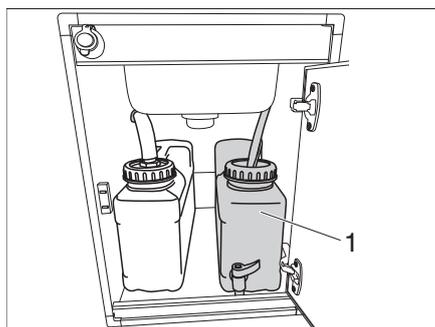
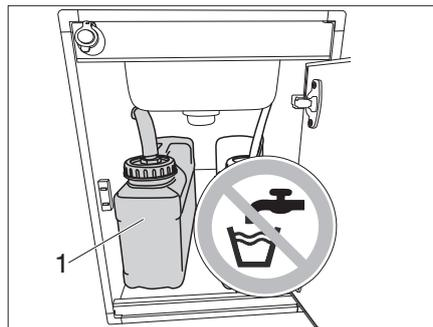
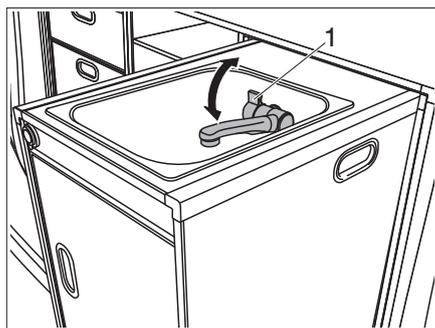

Fig. 45 Tanica dell'acqua
Fig. 46 Tanica per acque grigie
Fig. 47 Lavello con rubinetto dell'acqua
Il veicolo è equipaggiato con una tanica dell'acqua incorporata. Una pompa elettrica manda l'acqua al rubinetto dell'acqua (Fig. 47, 1). Aprendo il rubinetto dell'acqua si accende automaticamente la pompa dell'acqua che manda l'acqua al punto di erogazione.
La tanica dell'acqua (Fig. 45, 1) si trova nel modulo di lavaggio all'interno del campbox. Il coperchio è giallo.
**Capacità** La tanica dell'acqua (Fig. 45, 1) ha una capacità di circa 10 l.
La tanica delle acque grigie (Fig. 46,1) si trova nel modulo di lavaggio all'interno del campbox. Il coperchio è blu.
- Ruotare il rubinetto dell'acqua (Fig. 47,1). L'acqua viene pompata verso l'alto dalla tanica dell'acqua (Fig. 45,1). La tanica delle acque grigie (Fig. 46,1) raccoglie le acque grigie.
- Ruotare indietro il rubinetto dell'acqua (Fig. 47,1). La pompa nella tanica dell'acqua si arresta.